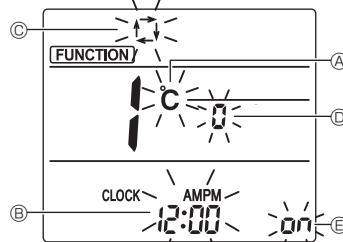

Fig. 5-15
Ekran görüntü ayarı ekranı görüntülenecektir. (Fig. 5-15)
- İşlev No'sunu değiştirmek için **↑** **↓** düğmesine ④ basın.
5.13.2. Sıcaklık biriminin değiştirilmesi (Fig. 5-15 Ⓐ)
- TEMP** düğmesine ⑤ basın.
5.13.3. Zamanlayıcı ekranının değiştirilmesi (Fig. 5-15 Ⓑ)
- TIME** düğmesine ⑥ basın.
5.13.4. AUTO (OTOMATİK) modun değiştirilmesi (Fig. 5-15 Ⓒ)
- düğmesine ⑦ basın.
5.13.5. Çift No'sunun değiştirilmesi (Fig. 5-15 Ⓓ)
- ↑** **↓** düğmesine ④ basın.